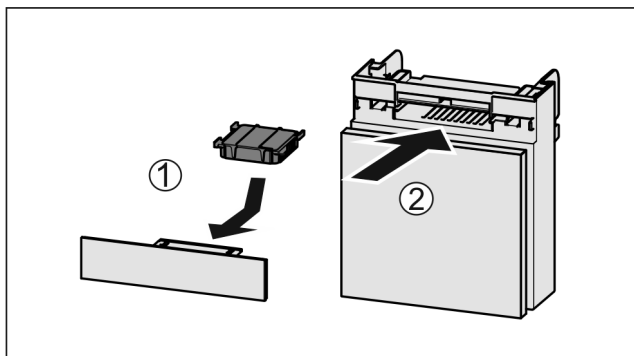

Fig. 84
- Aktivni ogljeni filter vstavite Fig. 84 (1) skladno s prikazom na sliki.
- Predal potisnite noter Fig. 84 (2).